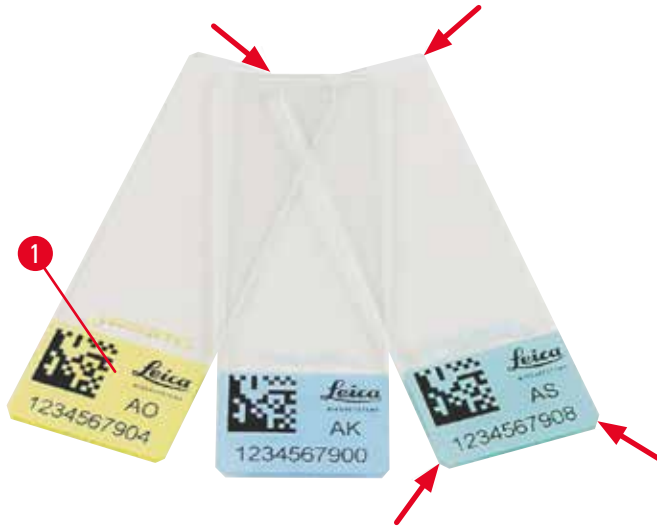

Fig. 4
Endast standardobjektglas med färgade kanter som det går att skriva ut på (→ "Fig. 4-1") kan förSES med utskrift i Leica IP S (→ "Fig. 4").
- För att reducera mängden glasdamm och minska risken för mekaniska fel ska du bara använda objektglas med klippta hörn (45° vinkel i varje hörn, (→ "Fig. 4")).